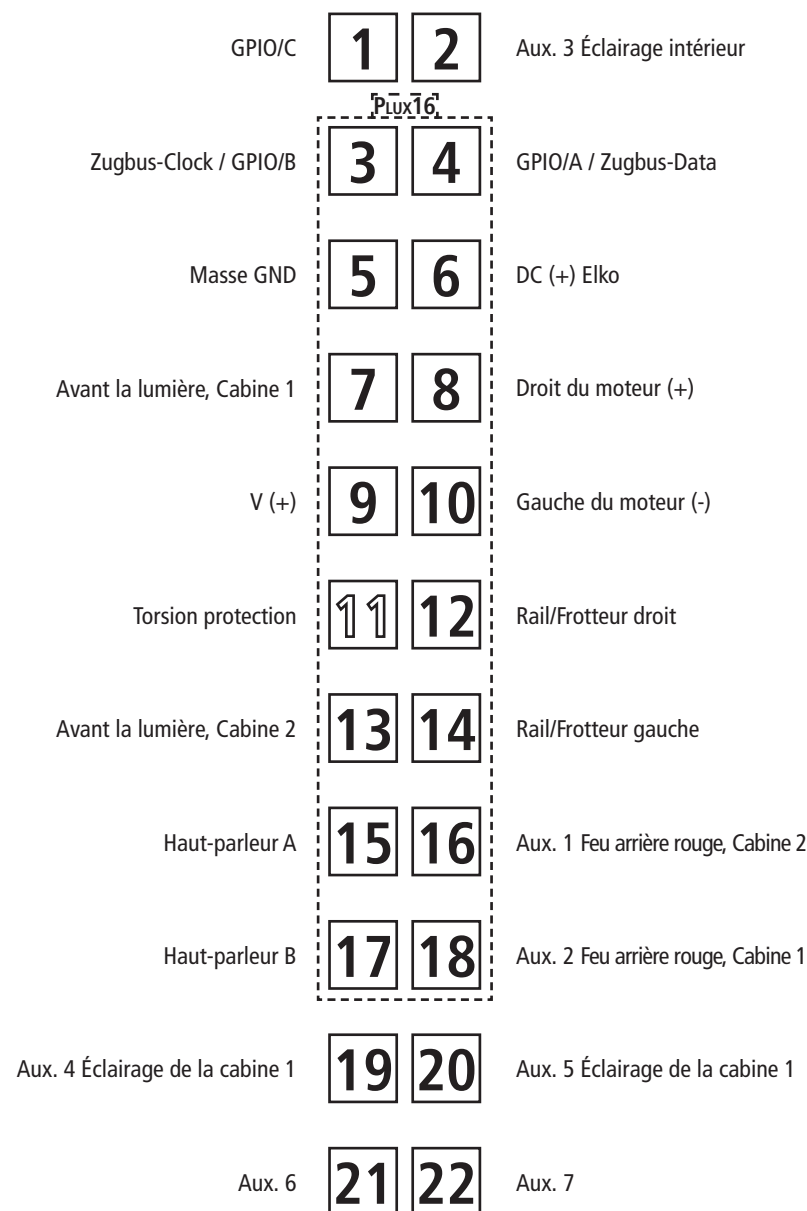
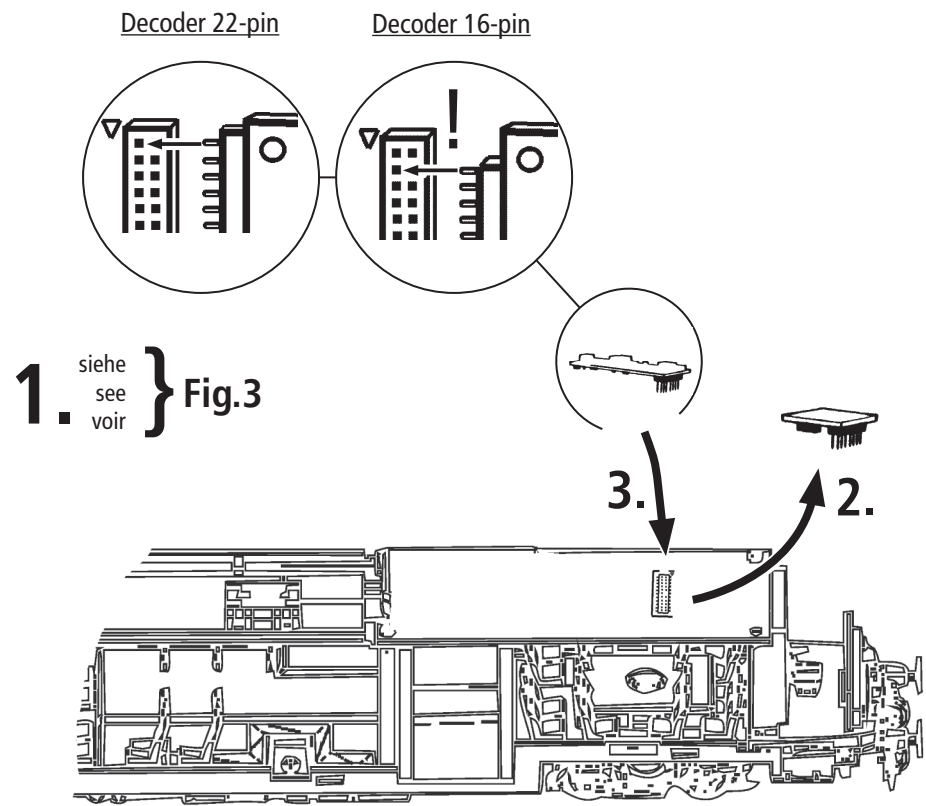
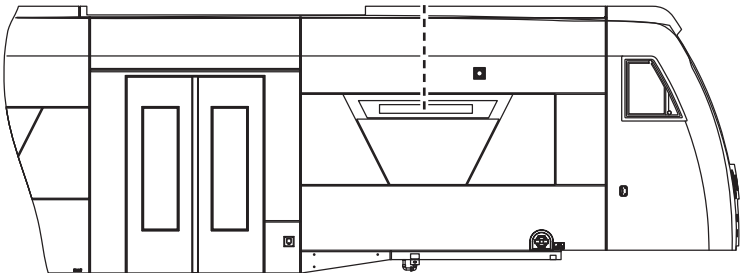

Fig. 4
Fig. 5
Fig. 3
2. Schmierung: Versehen Sie die im Schmierplan in Fig. 5 gekennzeichneten Stellen mit nur **kleinen Öltropfen**. Dazu zuerst das Lokgehäuse abnehmen (Fig. 3). Wir empfehlen den **ROCO Öler Art.-Nr. 10906**. Fürs Schmieren der Getriebeteile (Zahnräder, Schnecke) empfehlen wir das **ROCO-Spezialfett Art.-Nr. 10905**. Im Falle der Schmierung diese Teile **nicht ölen**.
Mehrzugbetrieb: Zuerst Lokgehäuse abnehmen (Fig. 3). Danach den Brückenstecker aus der Schnittstelle entfernen (diesen sorgsam aufbewahren). Danach den Stecker des Steuerbausteins lagerichtig einsetzen (siehe Fig. 4).
2. Lubrication: Apply **tiny oil drops** to spots marked in fig. 5. Prior to lubrication dismantle locomotive (fig. 3). We recommend using item no. **10906, Roco oiler**. For lubrication the gearparts (e.g. cogwheels, worm) we would recommended our Roco **special grease** (item no. **10905**).
Running in digital mode: Remove the jumper from the interface. Finally put the plug of the chip into the interface as shown in fig. 4.
2. Graissage: N'appliquez **qu'une tout petite goutte** aux endroits indiqués par le plan de graissage (fig. 5) après avoir démonté la caisse de la locomotive (fig. 3). Nous vous recommandons **le graisseur à huile Roco réf. 10906**. Pour graisser les engrenages (roues dentées, vis sans fin) nous vous conseillons la **graisse spéciale Roco réf. 10905** pour engrenages en matières synthétiques. Lorsque vous utilisez cette graisse il faut éviter d'huiler ces composants.
Exploitation en télécommande muti-trains: Enlevez la fiche de shuntage de l'interface (à conserver!) et enfichez finalement la fiche du module de télécommande aux prises de l'interface. Veuillez à la position correcte de la fiche (voir fig. 4).